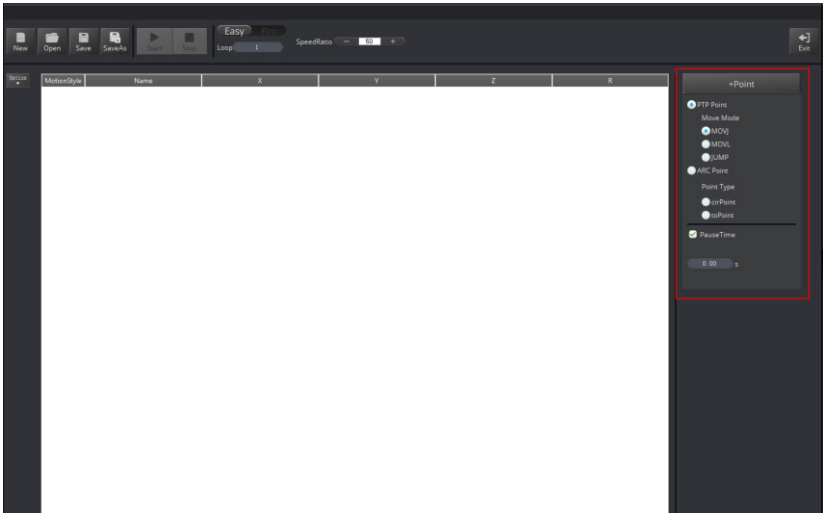

Figura 56: Defina os pontos de salvamento, modos de movimentação e tempo de pausa
- Nos modos **Easy** e **Pro**, é possível salvar pontos, definir o modo de movimentação e o tempo de pausa, como mostrado na Figura 56: